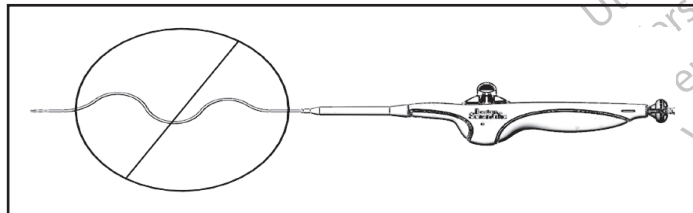

Figura 5. Reducción de la distensión
10.9 Intervención de despliegue del stent (consulte la figura 5)
Nota: Si no se reduce la distensión (consulte la figura 5) y/o la curvatura del catéter del sistema introductor entre la vaina guía o introductora y el mango del sistema introductor durante el despliegue, puede perjudicarse la precisión del despliegue, especialmente en casos ipsilaterales.